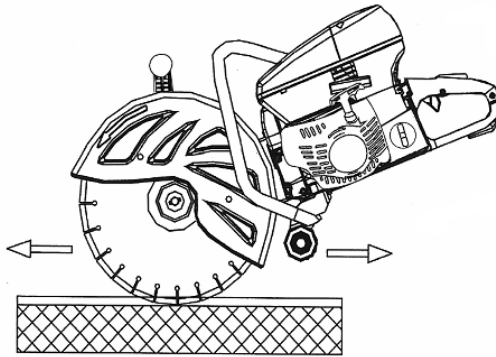

Abbildung 11
- Legen Sie das Werkstück wie in Abb. 11 gezeigt ein.